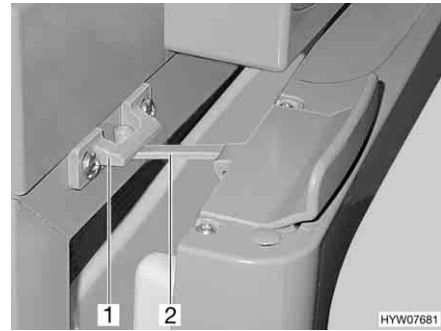

Fig. 185 Puerta del frigorífico en posición de ventilación (Thetford)
■ Abrir el bloqueo (Fig. 185,2) y engatillarlo en el alojamiento del bloqueo (Fig. 185,1). De este modo, la puerta del frigorífico quedará ligeramente abierta.